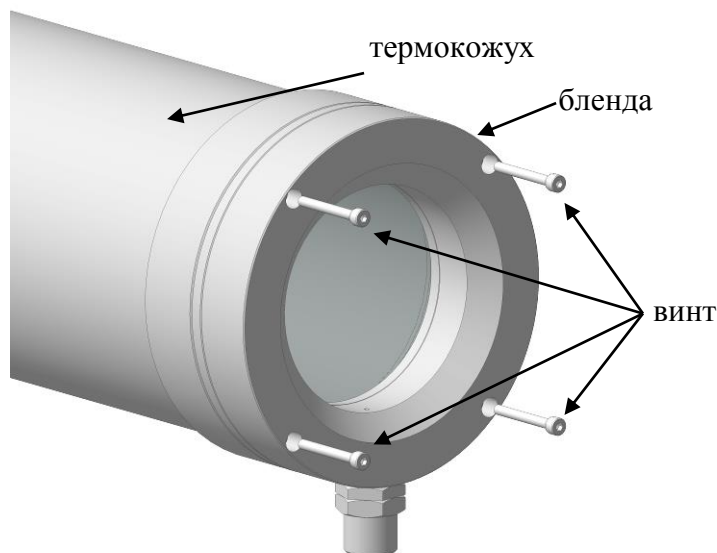

Рис. 2
3. Установить бленду на термокожух как показано на рис. 2, и закрепить 4 винтами (входит в комплект поставки).